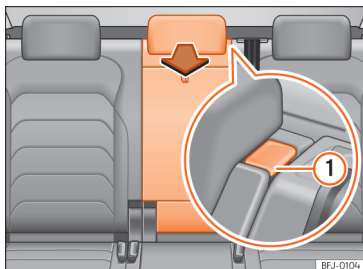

Abb. 130 Rücksitzlehne: Öffnung der Durchladeeinrichtung.
- Entriegelungstaste » Abb. 130 ① drücken und Deckel der Durchladevorrichtung nach vorn klappen » ⚠.